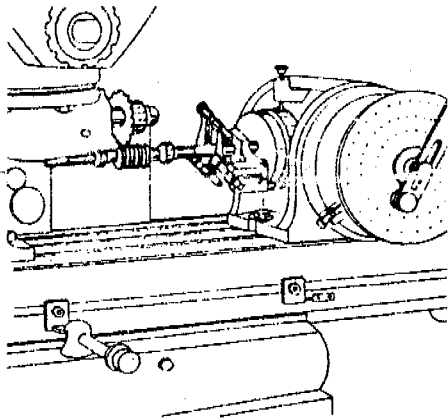

Figura 6
- el montaje directo de la pieza entre puntos ( Figura 6 ) y